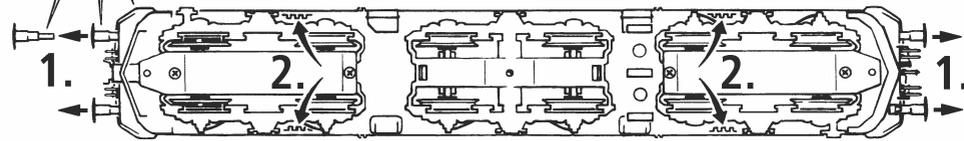

Fig. 4
1. Reinigung der Radstromkontakte: Radstromkontakte können auf unsauberen Schienen leicht verschmutzen. Bitte **entfernen Sie vorsichtig** mit einem kleinen Pinsel **den Schmutz** an den in Fig. 4 gekennzeichneten Stellen.
Les lames de contact risquent de s'encrasser rapidement sur des voies poussiéreuses. Veuillez **enlever la poussière** aux endroits marqués à la fig. 4.
1. Cleaning of wheel contacts: Wheel contacts easily get dirty on tracks which are not entirely clean. Use a small brush to **remove dirt** from spots marked in fig. 4.